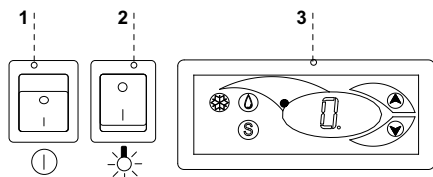

Abb.7 Steuerungspaneel
- Hauptschalter-Taste drücken Abb.7/1 (S.24), dadurch wird das Einschalten des Thermostats und Aggregats gelöst
- Auf dem Thermostatpanel Abb.7/3 (S.24) die Temperatur a einstellen
- Beleuchtungs-Taste drücken Abb.7/2 (S.24)